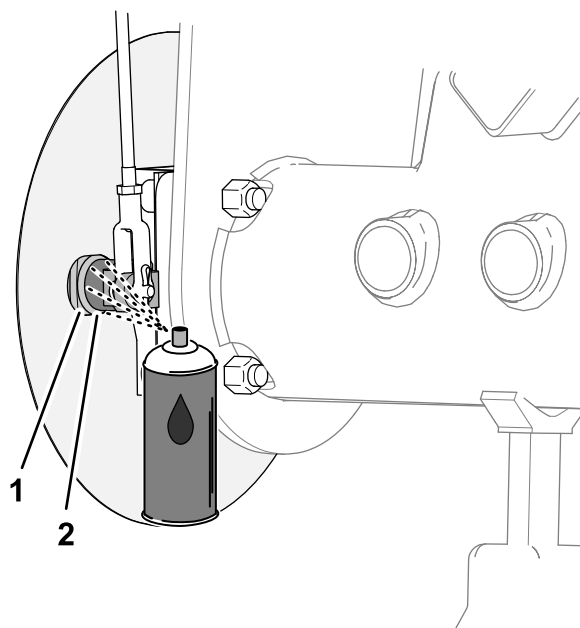
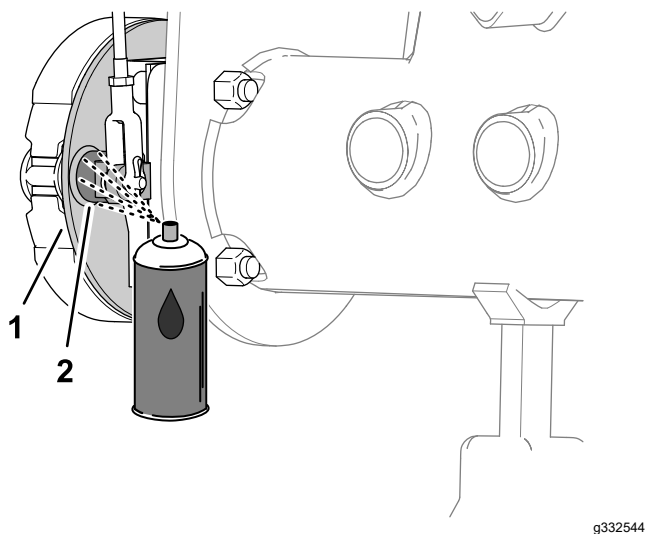

Figura 82
Figura 81
1. Sul lato interno della piastra di appoggio del freno (macchine senza deflettore dell'erba dei cerchi delle ruote opzionale) o del deflettore delle ruote (macchine con deflettore dell'erba dei cerchi delle ruote opzionale), spruzzate olio penetrante tra l'albero a camme del freno e la piastra di appoggio (Figura 81 o Figura 82).